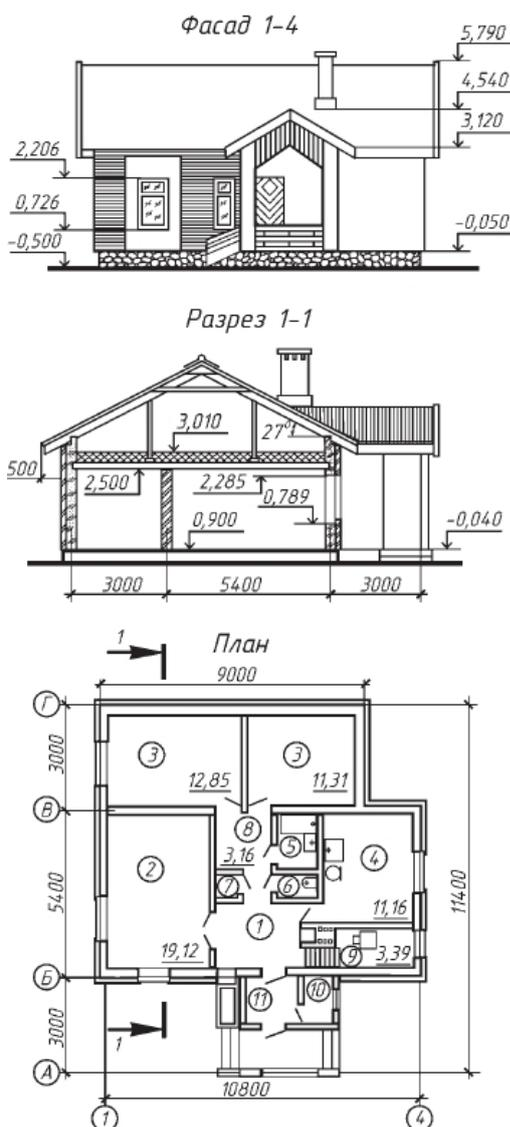

Рисунок 3. Проект одноэтажного одноквартирного трехкомнатного жилого дома.
**Упражнение № 2.** Пользуясь рассмотренной ранее последовательностью, прочитайте архитектурно-строительный чертеж (рис. 3), на котором дан проект одноэтажного одноквартирного трехкомнатного жилого дома.